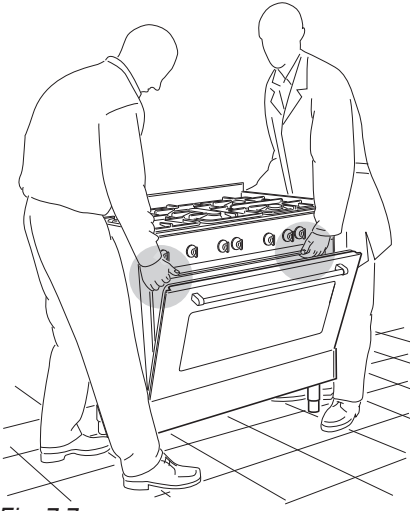

Fig. 7.7
**ATTENZIONE:** La cucina deve essere sempre raddrizzata da due persone per evitare di danneggiare i piedi (fig. 7.7).
**ATTENZIONE :** Quando si sposta la cucina nella sua posizione definitiva, **NON TRASCINARLA** (fig. 7.9), ma sollevare i piedi dal pavimento (fig. 7.7).